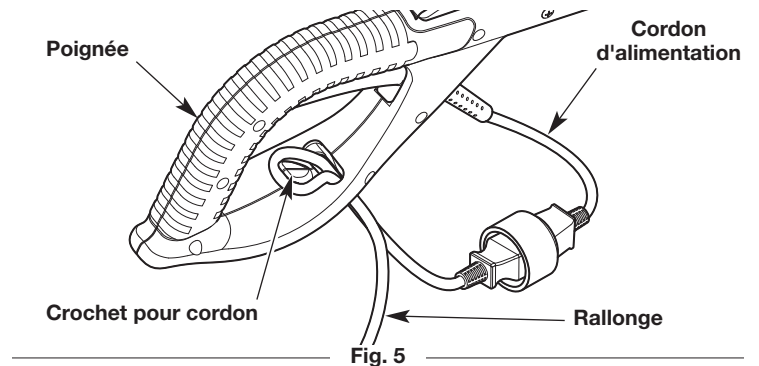

Fig. 5
2. Faire une boucle étroite dans la rallonge (Fig. 5).
3. Pousser la boucle dans l'ouverture de la poignée (Fig. 5).
4. Placer la boucle sur le crochet du cordon (Fig. 5). Tirer doucement sur la boucle pour fixer le cordon en place.
3. Retirer le cordon comportant la boucle du crochet et de l'ouverture dans la poignée (Fig. 5).